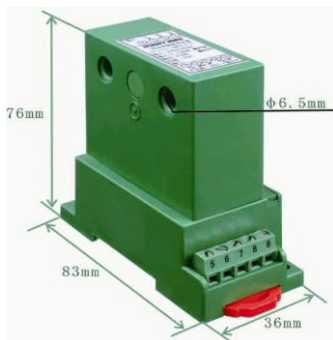

图 1 BS3 型
- ① 把变送器固定卡槽一侧勾在安装导轨上;
- ② 向下牵动弹簧销(如图 1 底端的红色弹簧销);
- ③ 使变送器卡口套在安装导轨上;
- ④ 松开弹簧销, 变送器即卡在安装导轨上。